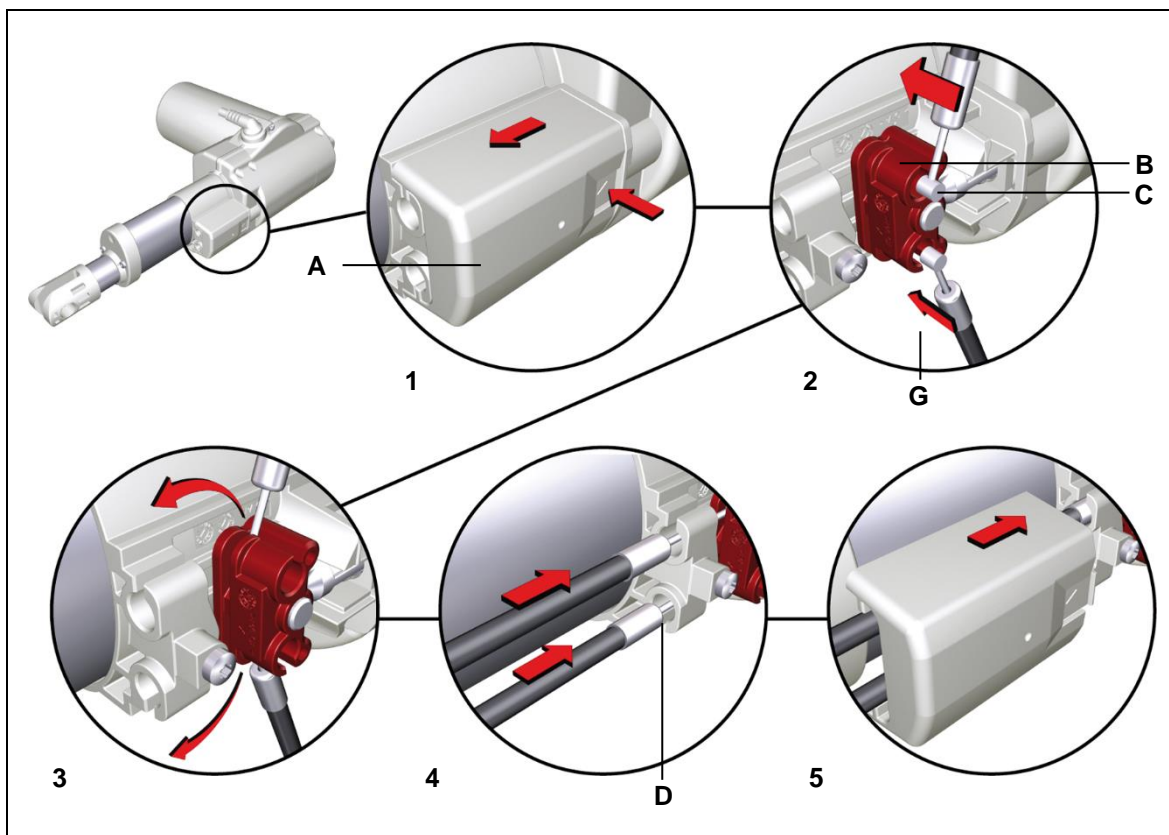

Abbildung 19 Einbau des Bowdenzugs für die mechanische Rückstellfunktion ER
- 2 Legen Sie den Nippel des Bowdenzugs (**C**) seitlich in die Bowdenzugaufnahme (**B**), wie in Abbildung 19 dargestellt.